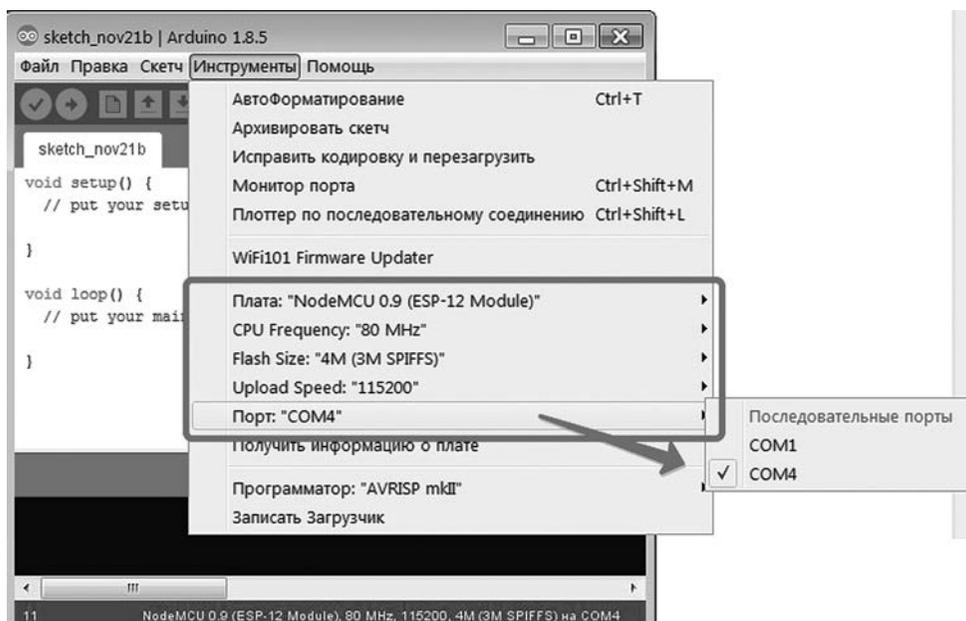

Рис. 1.6. Контроллер и COM-порт выбраны
4. В меню **Инструменты | Последовательный порт** выберите порт, который у вас определился в диспетчере устройств. В нижней части окна должна появиться надпись с названием выбранного контроллера и COM-порта (рис. 1.6). Остальные настройки оставьте по умолчанию.